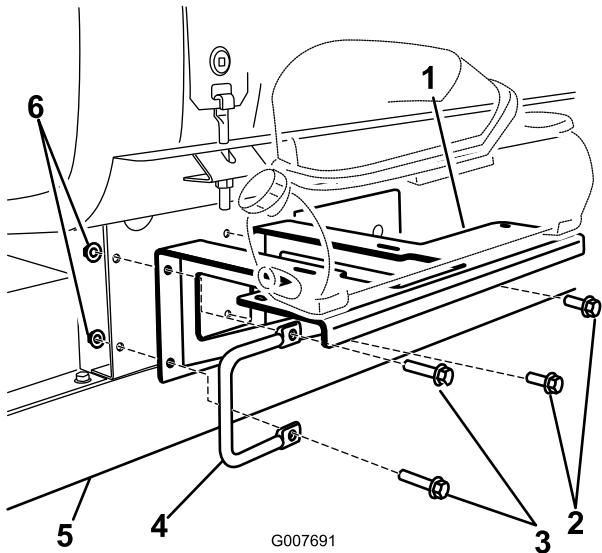

图6
3. 使用散装零件中包括的 2 个螺栓 (3/8 x 1-1/4 英寸)、2 个垫圈 (3/8 英寸)、2 个凸缘螺母 (3/8 英寸) 和之前拆下的左手柄及紧固件 (图6) 将支架安装到机架上。